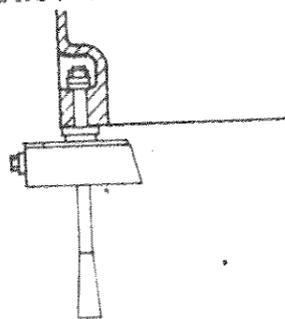

Рис. 3
- в/ Установить болты в наружные выверочные клины и зафиксировать их в гнездах станины после их крепления с помощью блокировочного кольца /смотри рис. 3+ 5 /: затем, определить точное промежуточное положение опорной площадки /смотри чертеж фундамента /.